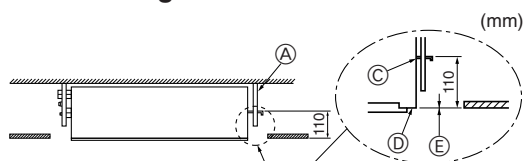

Fig. 2-9
5. Draai alle moeren aan. (Fig. 2-9)
- (A) Ophangbout (M10 of 3/8")
- (B) Transparante plastic (tuin)slang
- (C) Onderkant van beugel
- (D) Maak het voorpaneel hier vast
- (E) Zorg dat deze vlakken op een lijn lopen (0 - 3 mm)